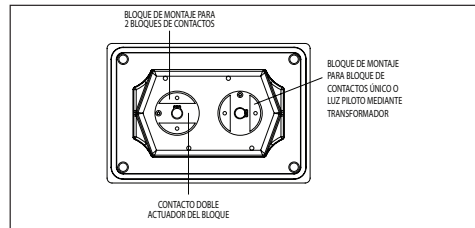

Figura 2. Orientación del bloque de montaje
- En el interior de la cubierta, fije el bloque de montaje a la rosca del cojinete. Oriente el bloque de montaje como se muestra en la Figura 2, permitiendo que los bloques de contactos estén en la posición correcta según la cantidad de bloques de contactos y el tipo de operador. Apriete el tornillo de ajuste para bloquear el conjunto del botón de presión en la cubierta. Consulte la tabla de torque.
2. Fije el bloque de montaje a la rosca del conjunto de luces piloto. No utilice la tuerca de bloqueo. Oriente el bloque de montaje como se muestra en la Figura 2, de modo que el transformador no interfiera con los dispositivos adyacentes.